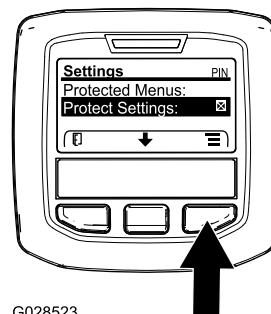

図 32
1. 保護メニューにアクセスし、サブメニューのロックを解除する 図 32 アクセス制限付きメニューへのアクセス (ページ 21)を参照。